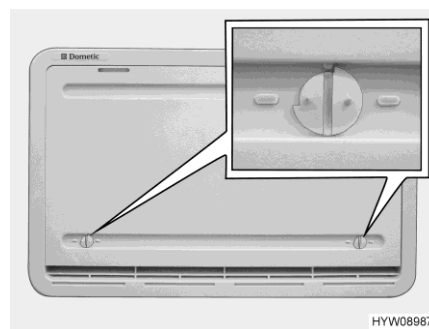

Fig. 186 Protection hivernale (grille d'aération du réfrigérateur)
La protection hivernale (Fig. 186) protège le groupe frigorifique de l'air froid. Placer des protections hivernales devant les deux grilles d'aération du réfrigérateur quand la température extérieure est inférieure à +10 °C (fonctionnement au gaz et fonctionnement électrique).
- Ouvrir les deux dispositifs de verrouillage (Fig. 186) (la rainure est à l'horizontale).